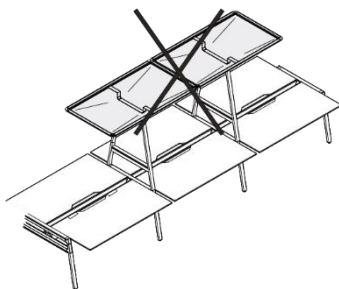

Bild 31 Baldachin, unzulässiger Anbau
- Zwei Baldachine direkt nebeneinander über Tischen mit 1400 mm Breite (siehe Bild 31). Grund: Platzmangel. Ein Baldachin hat eine Breite von 1467 mm.